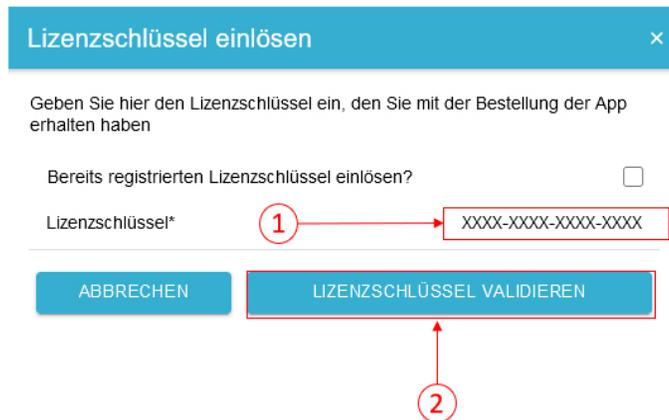

Abbildung 16. App-Installation — Variante 2: Schritt 5b
- Abbildung 16. App-Installation — Variante 2: Schritt 5b